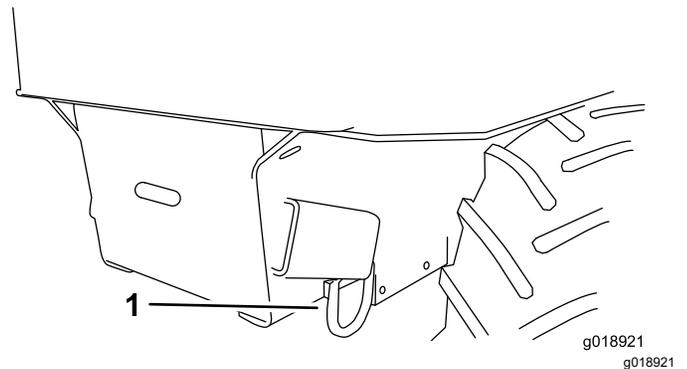

Figure 19
8. Fixez les anneaux d'arrimage avant de la machine à la remorque (Figure 19).